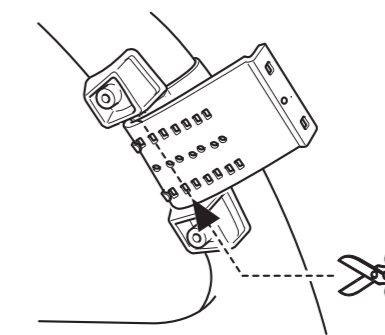

Fig. 16
2. Couper la partie de la courroie en excès au centre du support interne. (Fig. 16)